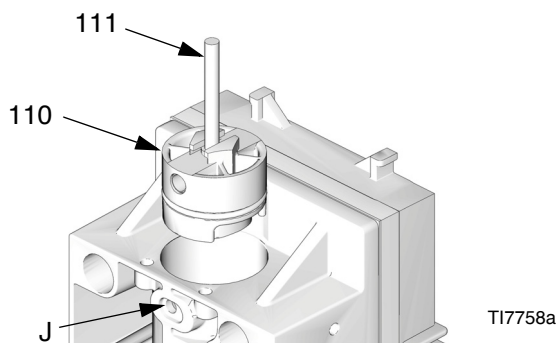

Рис. 10. Извлечение стопоров поршня
3. См. Рис. 10. Извлеките фиксирующие штифты (111) из отверстий (J). Переверните штифты и вставьте головки в отверстия на стопорах поршня (110). Воспользуйтесь штифтами для извлечения стопоров поршня.